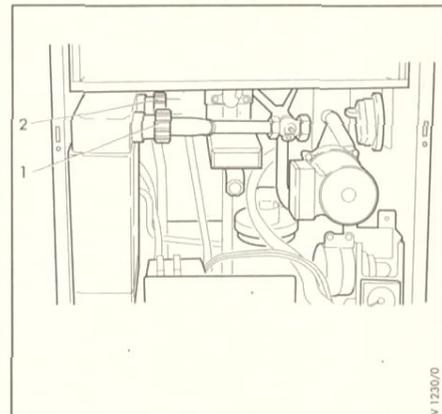

Abb. W.2: Ausbau des Comfortwärmetauschers
- Bauen Sie den Comfortwärmetauscher aus, indem Sie die beiden Verschraubungen (Abb. W.2)